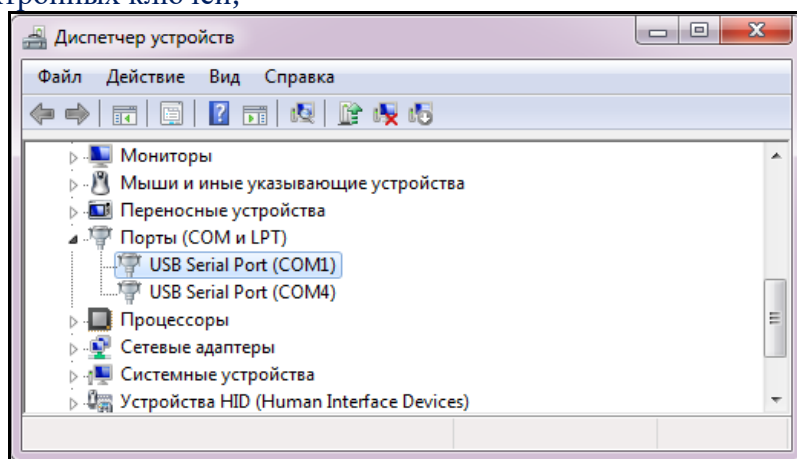

Рис. 5. Скриншот окна «Диспетчер устройств» операционной системы
Диспетчер устройств) подключенный адаптер АИУ(02) определится в виде виртуального COM-порта, а адаптер АИУ(01) определится двумя виртуальными COM-портами (см. рисунок 5): младший для работы в качестве преобразователя интерфейсов, старший - для работы со считывателями электронных ключей;